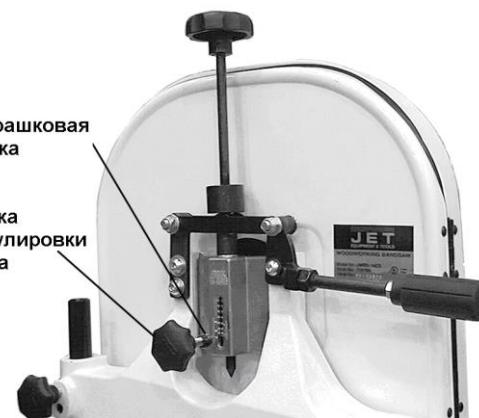

Рисунок 17-1
- Убедитесь, что полотно натянуто, а рычаг натяжения находится в нижнем положении (рисунок 17-1).